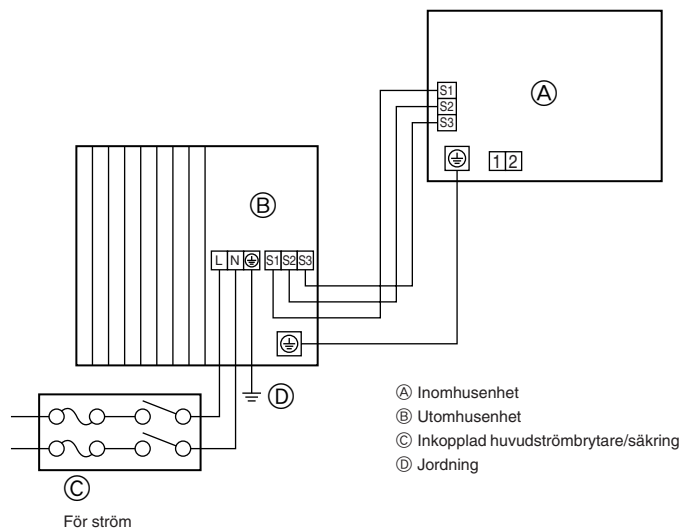
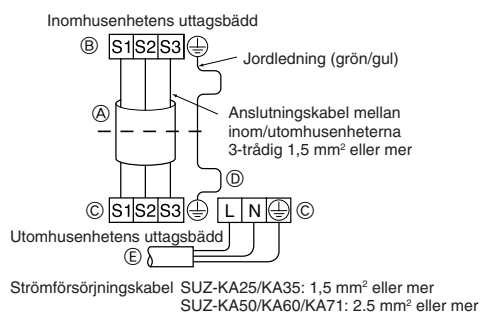
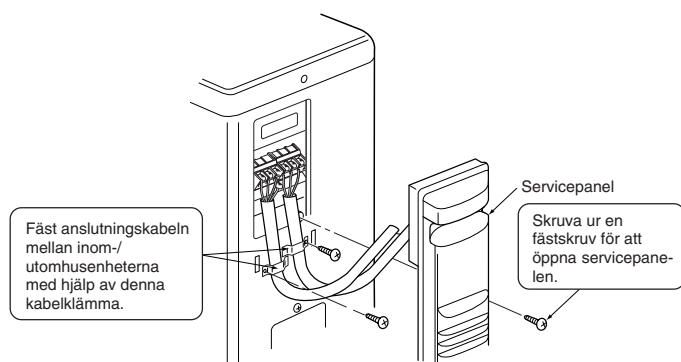
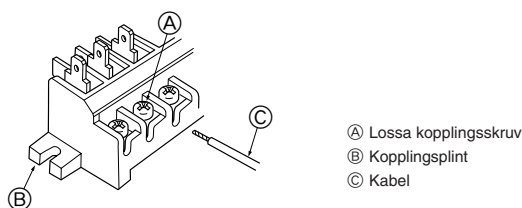

Fig. 6-1
Fig. 6-2
Fig. 6-3
Fig. 6-4
6.1. Utomhusenhet (Fig. 6-1, Fig. 6-2, Fig. 6-3, Fig. 6-4)
- ① Ta bort servicepanelen.
- ② Anslut kablarna med hänvisning till Fig. 6-1, Fig. 6-2, Fig. 6-3 och Fig. 6-4.
- Utför ledningsdragningen enligt diagrammet till vänster. (Köp in kabeln lokalt) (Fig. 6-2)
- Var försiktig så att du inte ansluter kablarna fel. (Fig. 6-4)